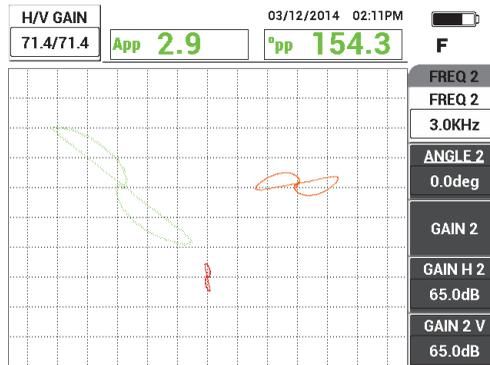

Figure 5-139 Réglage du gain pour la fréquence 1
- Appuyez sur la touche GAIN (**dB**), et puis augmentez le gain de la fréquence 1 pour que le signal du trou atteigne une hauteur d'environ 4 divisions verticales (voir la Figure 5-139 à la page 241).